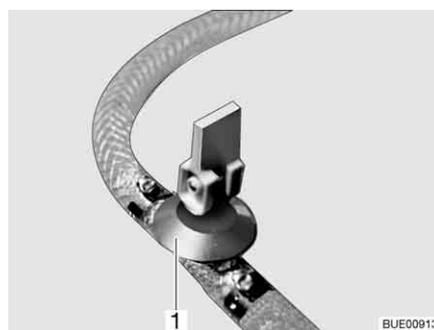
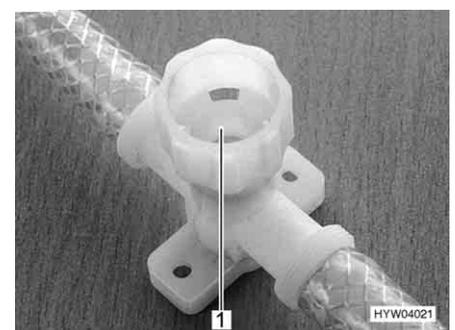

Bild 174 Ablasshahn (mit Kipphebel)
Bild 175 Ablasshahn (mit Drehkappe)
- Alle Ablasshähne schließen. Dazu den Kipphebel des Ablasshahns (Bild 174,1) waagrecht stellen oder die Kappe des Ablasshahns (Bild 175,1) im Uhrzeigersinn drehen.